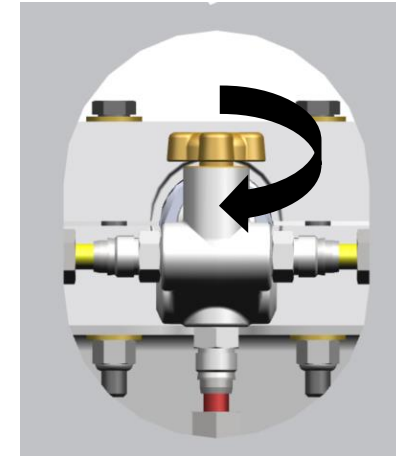

figure 1
3. En coupant (FERMETURE) une soupape de type soupape à tige, tournez la poignée de la soupape dans le sens des aiguilles d'une montre jusqu'à ce que la poignée arrête de tourner FERMER la soupape. (Figure 1) . En activant (OUVERTURE) une soupape de type soupape à tige, tournez la poignée de soupape dans le sens inverse des aiguilles d'une montre pour l'OUVRIR (Figure 2)